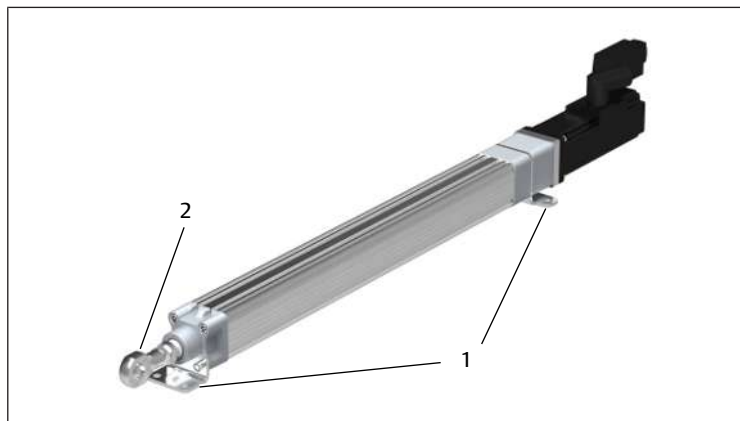

Fig. 9: Parafusagem da cabeça da junta e dos acessórios de instalação
5. Parafuse a cabeça da junta (2) e os acessórios de instalação (1) na máquina ou sistema. Consulte → Fig. 9.